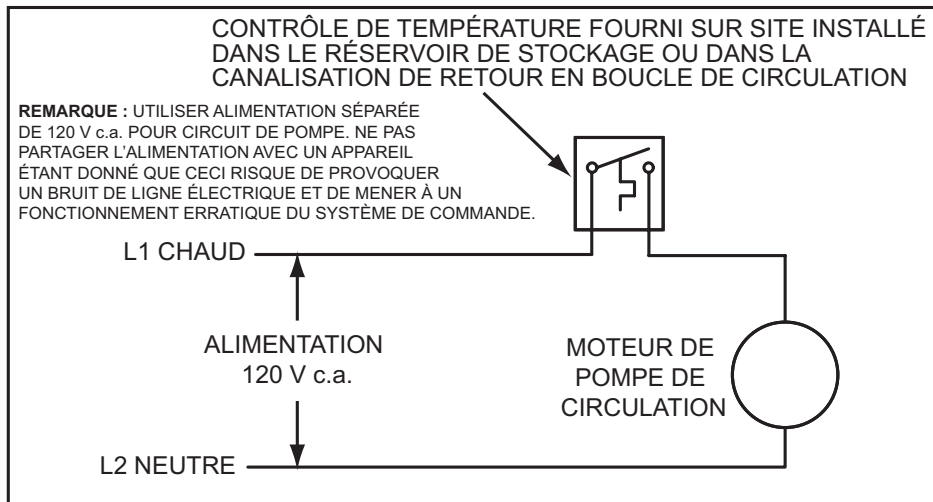

Figure 63
6. Si une pompe est installée entre un chauffe-eau et un réservoir de stockage ou sur un circuit bouclé de recirculation d'un bâtiment conformément à la Figure 63 à la page 66.